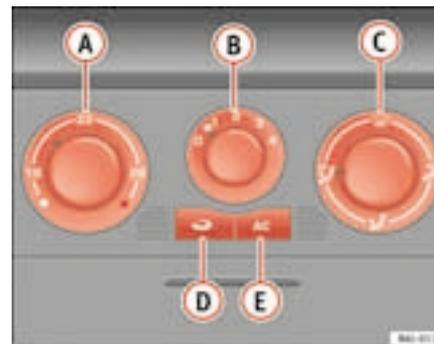

Fig. 91 Sulla plancia portastrumenti: i comandi dell'aria condizionata
- I comandi \Rightarrow fig. 91 A e C e la manopola B servono a regolare la temperatura, a selezionare il livello di potenza del ventilatore e ad indirizzare il flusso d'aria.
- Chiudere le bocchette ③.
- Aprire e orientare le bocchette ④ verso i finestrini laterali.